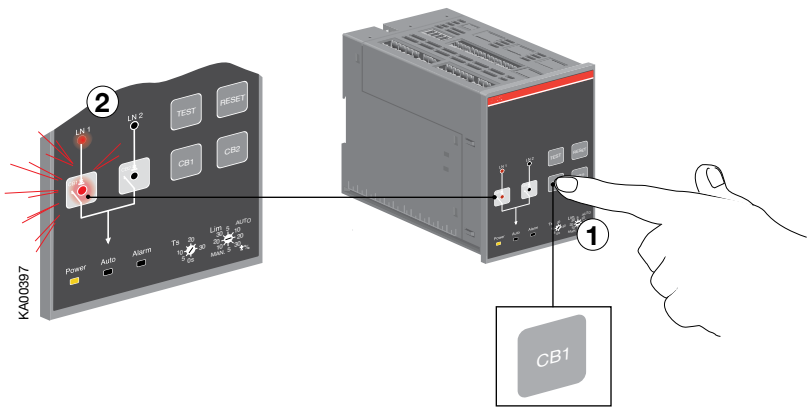

Figura 4.2 Selezione della linea di alimentazione tramite ATS021 in funzionamento manuale
- Quando viene premuto il tasto CB1 (vedi Figura 4.2/①), l'interruttore CB1 va in posizione di chiuso (LED CB1 ON, LED LN1 ON, vedi Figura 4.2/②) e l'interruttore CB2 sarà in posizione di aperto. Qualora l'interruttore CB1 sia già in posizione di chiuso il LED di CB1 è in ON (vedi Fig. 4.2). Durante lo switching, il LED dell'interruttore CB1 lampeggia al 50% ON e al 50% OFF. Se l'interruttore CB1 è già in posizione di chiuso, premendo il tasto CB1 si apre l'interruttore CB1.